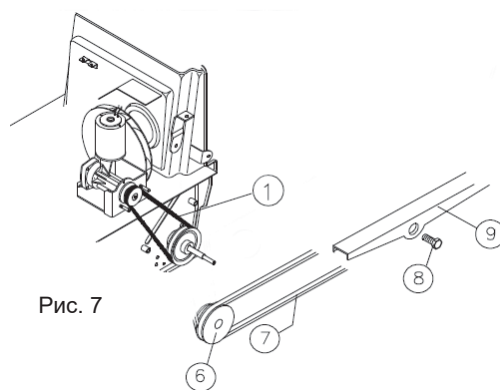

Рис. 7
- Снимите ремень (поз. 7, рис. 7) со шкива (поз. 6, рис. 7).
- Открутите штифт крепления (поз. 8, рис. 7) и освободите скобы на боковом кронштейне (поз. 9, рис. 7) со стороны зубчатого направляющего ролика.
- Снимите ремень (поз. 7, рис. 7) с бокового кронштейна (поз. 9, рис. 7).
- Снова присоедините боковой кронштейн (поз. 9, рис. 7) к зубчатому направляющему ролику.
- Снова затяните штифт (поз. 8, рис. 7).
- Снова установите ремень (поз. 7, рис. 7) на шкив (поз. 6, рис. 7).
- Снимите ремень (поз. 1, рис. 7).